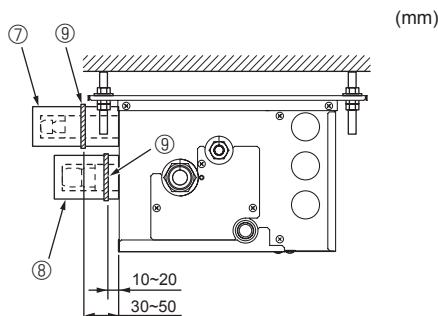

Fig. 7-5
⑥ Fascetta ⑨
⑦ Copritubo ③ ④ ⑤ ⑥
⑧ Serrare
⑩ Tubazione per refrigerante
⑪ Isolamento termico per tubazione per refrigerante
► Usare le seguenti procedure per quei componenti della scatola delle derivazioni non collegati ad un'unità interna. (Fig. 7-5)
- (1) Per impedire perdite di refrigerante, assicurarsi che i dadi a cartella siano serrati alle coppie\* specificate nella Tabella 3.